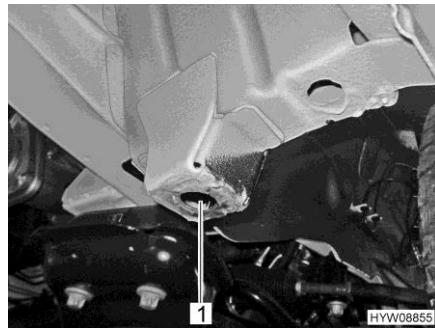
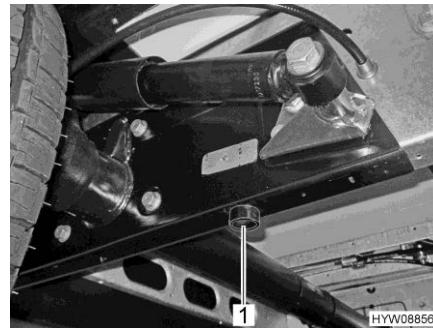

Fig. 234 Punto posizionamento cric
Fig. 235 Punto posizionamento cric
- Collocare il cric sui punti previsti (Fig. 234,1 e Fig. 235,1).